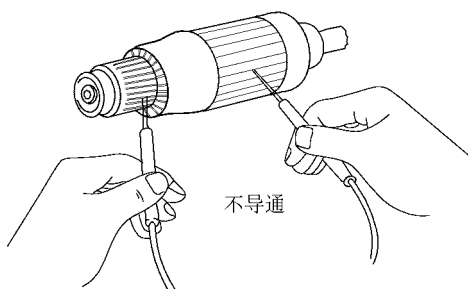

图 6-9 检查整流器和电枢之间是否不导通
(1) 检查整流器是否不接地。使用欧姆表检查整流器和电枢线圈芯之间是否不导通, 如图 6-9 所示。